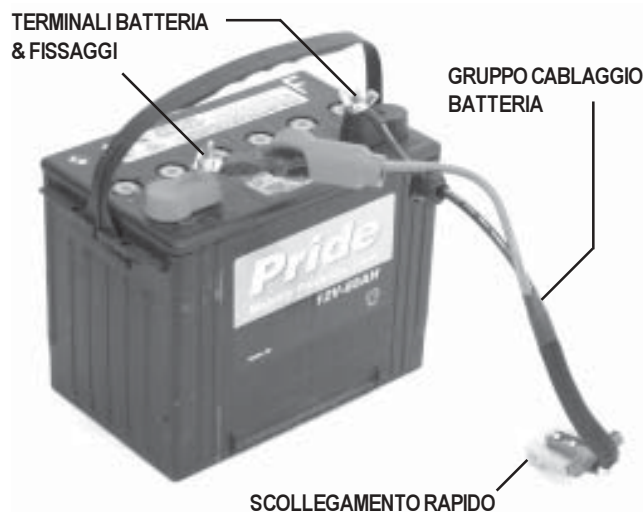

Figura 26. Batteria e gruppo
5. Localizzare i punti di scollegamento rapido sul telaio e scollegarli entrambi. Vedere figura 26.